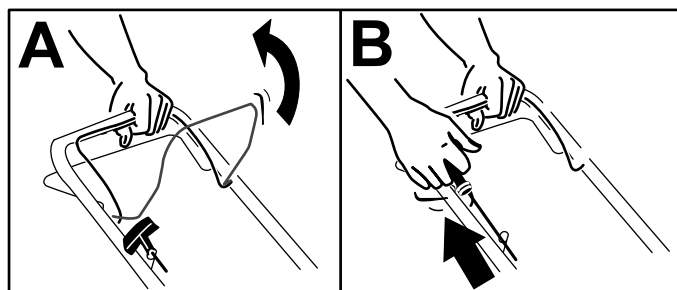

Figura 13
1. Sujete la barra de control de las cuchillas contra el manillar (Figura 13, A).
2. Tire del arrancador de retroceso (Figura 13, B).